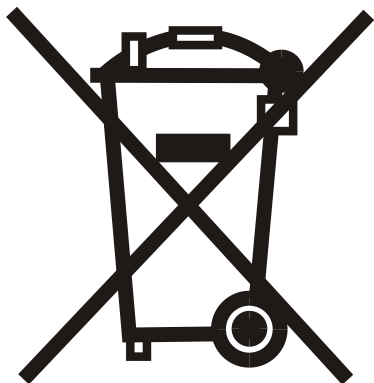

Rys. 1 Schemat podłączenia urządzeń i czujników do regulatora GH10MA.
3. podłączyć czujnik temperatury CWU do sterownika pod zaciski jak na Rys. 1